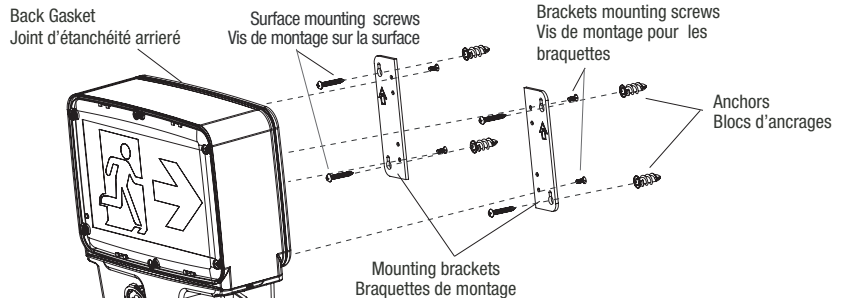

Fig. 5
## INSTALLATION WITH MOUNTING BRACKETS (Fig. 5)
3. Mount the brackets on the back housing using the four screws provided in the hardware bag (use screwdriver PH2X) (Fig. 5).
10. Mount the fixture on the surface using the two brackets and the four mounting screws provided (use screwdriver PH3X) (Fig. 5). Tighten the screws enough to compress the gasket to ensure a good sealed joint.
## INSTALLATION AVEC DES BRAQUETTES DE MONTAGE (Fig. 5)
3. Monter les braquettes sur le boîtier arrière à l'aide des quatre vis fournies dans le sachet de pièces (utiliser le tournevis PHx2) (Fig. 5).
10. Fixer l'unité en place avec l'aide de deux supports et les quatre vis de montage incluses (utiliser le tournevis PHx2) (Fig. 5).